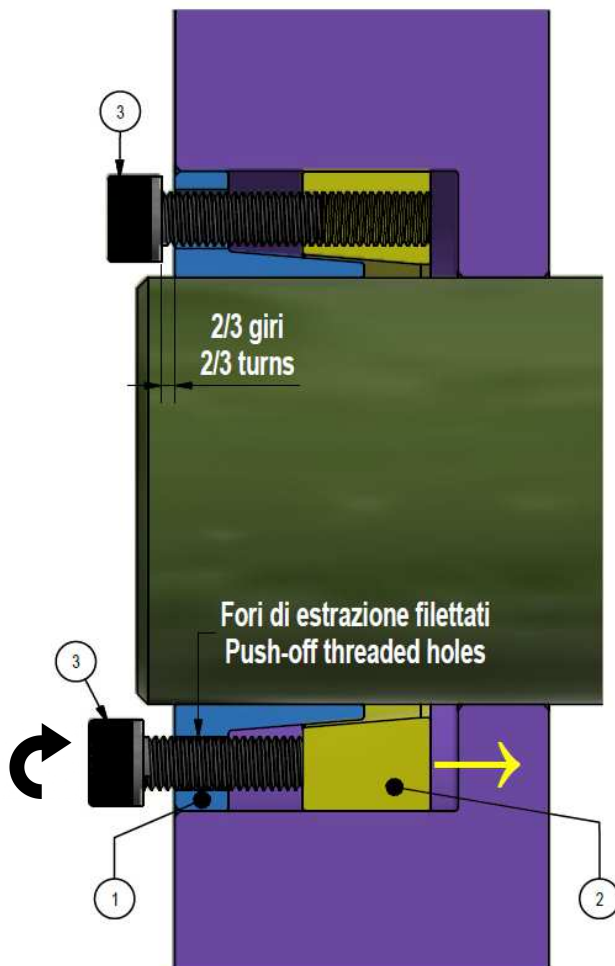

Fig. 4. Sbloccaggio dell'anello esterno.
2. Allentare tutte le viti di due/tre giri e spostarne un numero corrispondente in tutti i fori di estrazione filettati dell'anello interno. Sbloccare l'anello esterno, **avvitando progressivamente queste viti in più passate, secondo uno schema a croce, serrando di $\frac{1}{4}$ di giro circa ad ogni passata (fig. 4)**. Partire con una vite posizionata a circa 90° rispetto al taglio; le viti adiacenti al taglio vanno serrate in sequenza.